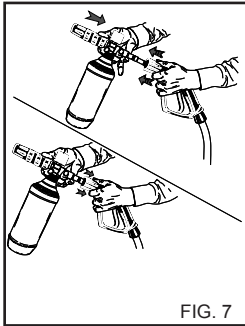

FIG. 7
2) Quite la extensión de la empuñadura e introduzca el kit pulverizador de detergente (fig. 7), accione la hidrolimpiadora y distribúyalo sobre la superficie que debe lavar, de abajo hacia arriba.